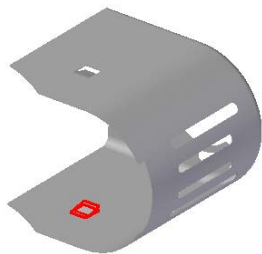

图 8.1.29 镜像特征 1
(6) 单击命令条中的完成按钮，完成特征的创建。
Step10. 创建图 8.1.29 所示的镜像特征 1。